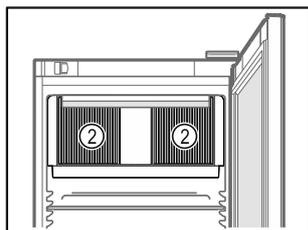

Fig. 53
- ❑ No obstruir la ranura de ventilación Fig. 53 (2) del ventilador de recirculación de aire del interior.